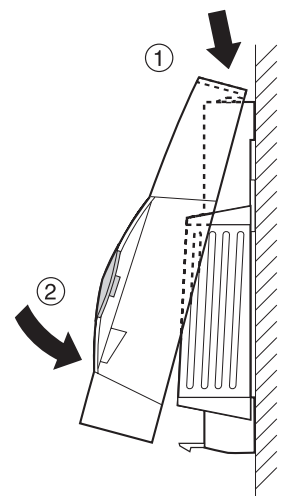

Fig. 14: Plaatsen van de behuizing in de correcte stand
- ▶ Plaats de behuizing in de bovenste stand en trek ze naar beneden (zie Fig. 14: Plaatsen van de behuizing in de correcte stand).
- ▶ Plaats de behuizing in de bovenste stand en trek ze naar beneden (zie Fig. 14, pag. 32).